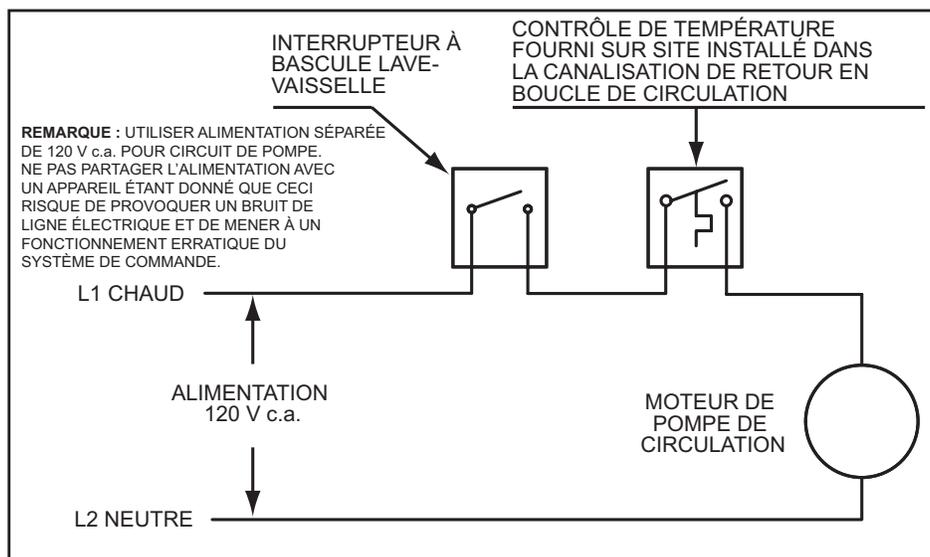

Figure 43. Schéma de câblage de la pompe de circulation - Boucle de lave-vaisselle avec interrupteur à bascule
7. Si une pompe est installée dans un circuit recirculation entre le chauffe-eau et un conducteur de lave-vaisselle commercial comme à la *Figure 43* (page 64).
7. Si une pompe est installée dans un circuit recirculation entre le chauffe-eau et un conducteur de lave-vaisselle commercial comme à la **Figure 43** (page 64).